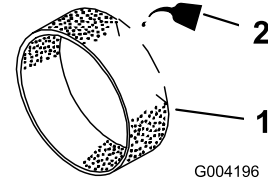

Bild 44
3. Gießen Sie 30-60 ml Öl auf den Vorfilter (Bild 44).